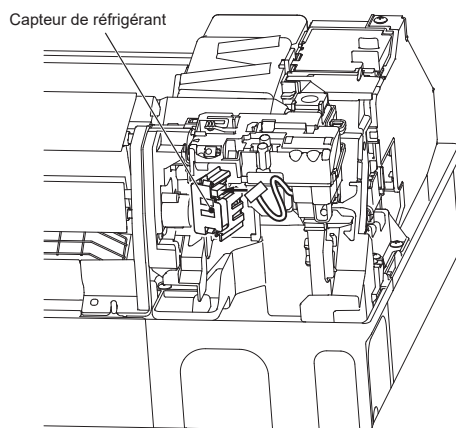

Fig. 2
#### Pose (Fig. 2)
- 3) Raccordez le fil conducteur au capteur de réfrigérant. (Fig. 2)